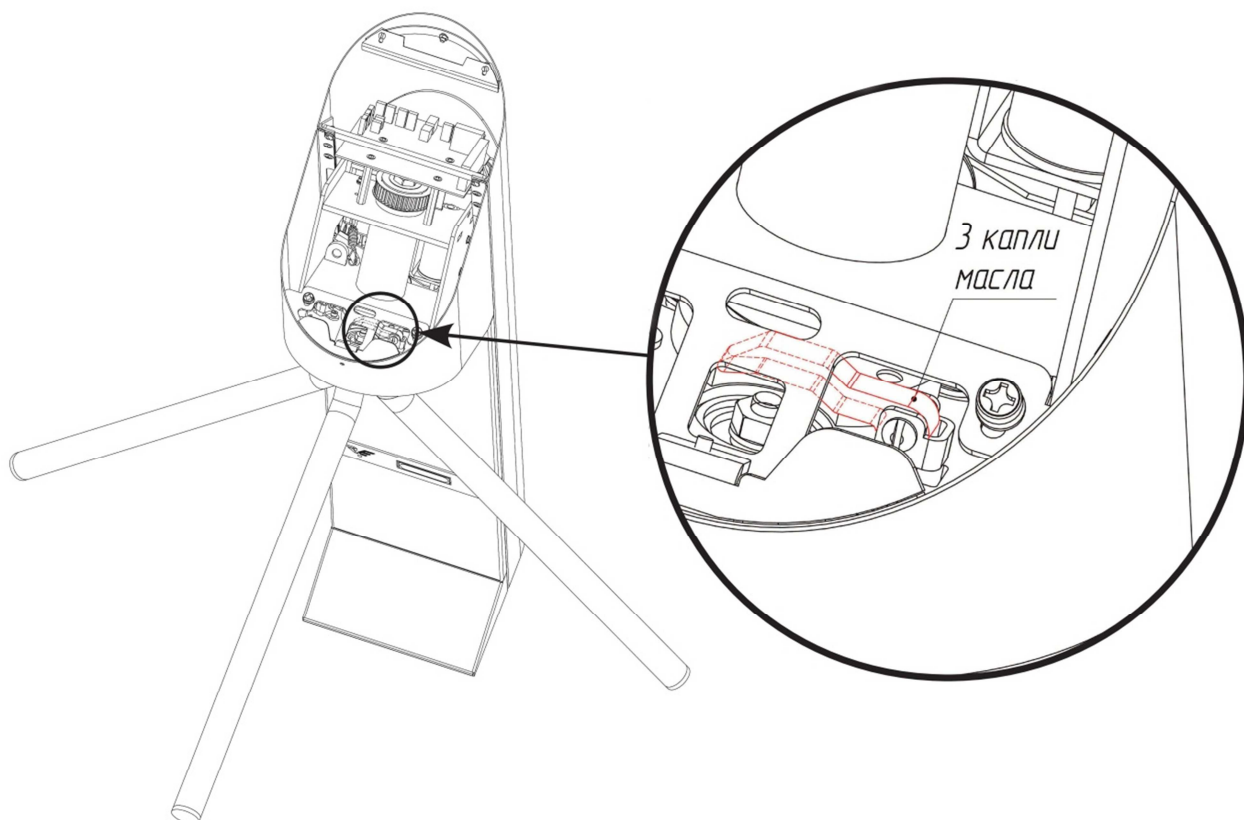

Рис. 15
5.4. Ось вращения кулачка разблокировки планок (рис. 15).